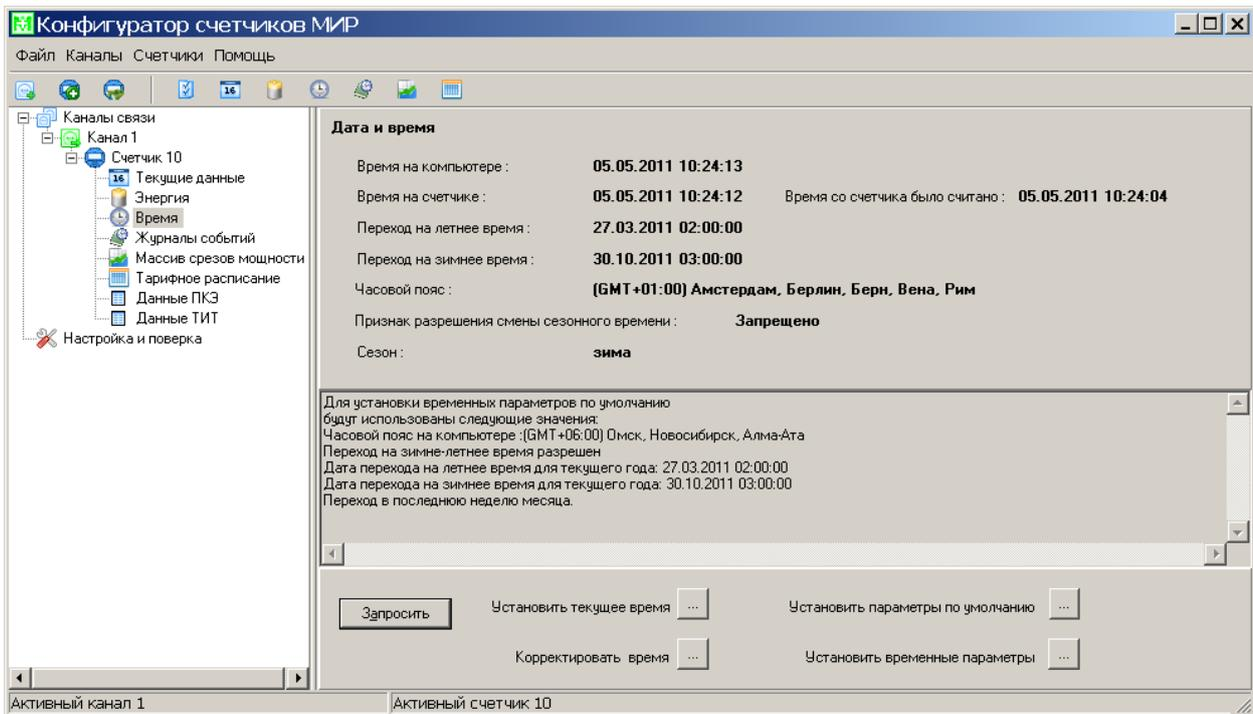

Рисунок 3.27
3.3.6.1 Установка временных параметров счетчика осуществляется на панели *Дата и время* (рисунок 3.27).